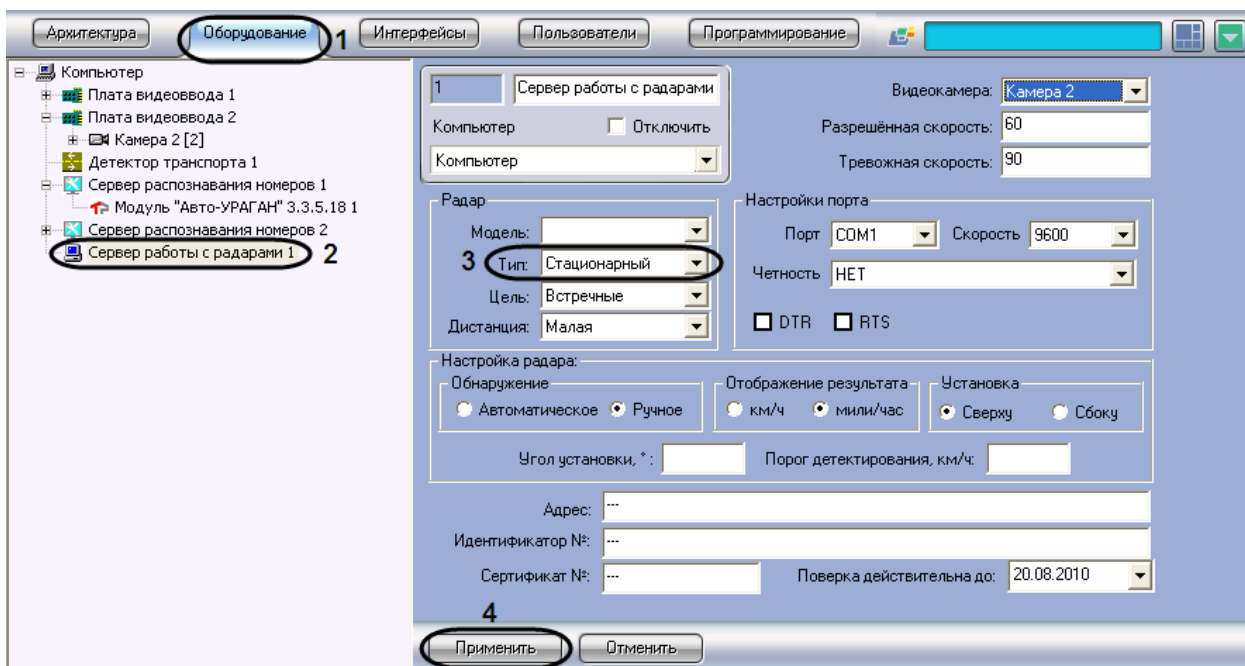

Рис. 7.3-6. Выбор типа установки устройства «Радар»
1. В диалоговом окне «Настройка системы» перейти на вкладку «Оборудование» (см. Рис. 7.3-6, 1).
2. В дереве объектов на вкладке «Оборудование» выбрать объект «Сервер работы с радарными», соответствующий настраиваемому программному модулю «Радар» (см. Рис. 7.3-6, 2). В правой части вкладки «Оборудование» отобразится панель настройки выбранного объекта.
3. В списке «Тип» выбрать тип установки устройства «Радар». Если устройство «Радар» устанавливается стационарно, то требуется выбрать пункт «Стационарный», если устройство «Радар» используется на движущихся транспортных средствах, то требуется выбрать пункт «Движущийся» (см. Рис. 7.3-6, 3)
4. Нажать кнопку «Применить» (см. Рис. 7.3-6, 4).